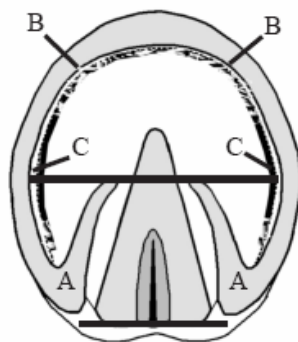

Fig. 3
9. Le dernier pas de la préparation des talons est la coupe, à la râpe, d'une zone plate qui comprenne un petit morceau de barre et qui offre une base de support considérable. Les deux talons doivent avoir la même taille et la même courbure. (Figure 3-A) Comme règle générale, le talon finit près de la région postérieure de la fourchette. Il faut cependant utiliser la sole vive comme repère principal, la région caudale de la fourchette étant seulement un repère secondaire.
10. La préparation finale des pinces consiste à râper la paroi jusqu'à arriver à la sole, moment où la râpe touche la ligne noire. Le contact avec la ligne noire doit être le même dans chaque pilier (mamelles) (Figure 3-B) pour assurer un équilibre latéro-medial correct. Soyez prudents et n'éliminez pas complètement la ligne noire.
11. Uniformisez la paroi des quartiers avec la muraille des pinces et celles des talons jusqu'à la laisser complètement plate et prête pour recevoir le fer. Dans les quartiers, la distance sole/paroi doit être continue. (Figure 3-C)
12. Avant d'appliquer le fer, il faut corriger tous les évasements de la paroi externe. Sélectionnez un anneau de croissance proéminent plus ou moins dans la moitié du sabot. À partir de ce point, râper jusqu'à l'extrémité distale de la paroi. (Figure 3-D) La paroi doit former une ligne droite depuis la ligne de poils jusqu'au sol et son épaisseur doit être uniforme dans toute la surface solaire. (Figure 4-A) S'il existe un degré significatif de déformation, la paroi peut requérir un ou deux ferrages pour parvenir à être parfaitement droite. Le repère qui indique qu'il faut cesser de râper est l'apparition de la zone blanche près de la partie inférieure de la paroi. Après 3 ou 4 ferrages, la paroi acquiert une orientation meilleure par rapport à P3 et les déformités graves arrêtent de supposer un problème.